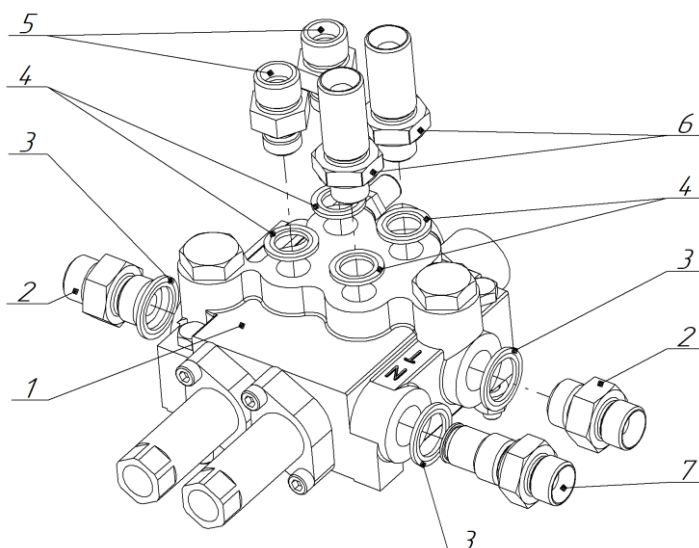

Рисунок 2.2
2.2.2.2 Надеть медные (металлорезиновые) кольца 3/8" (4 рис. 2.2) на соответствующий конец адаптеров BSP3/8" (Ш) – M20x1,5 (Ш) (5) и переборочных BSP3/8" (Ш) – M20x1,5 (Ш) (6). Ввернуть адаптеры в рабочие порты A1, B1; переборочные – A2, B2 гидрораспределителя (1).